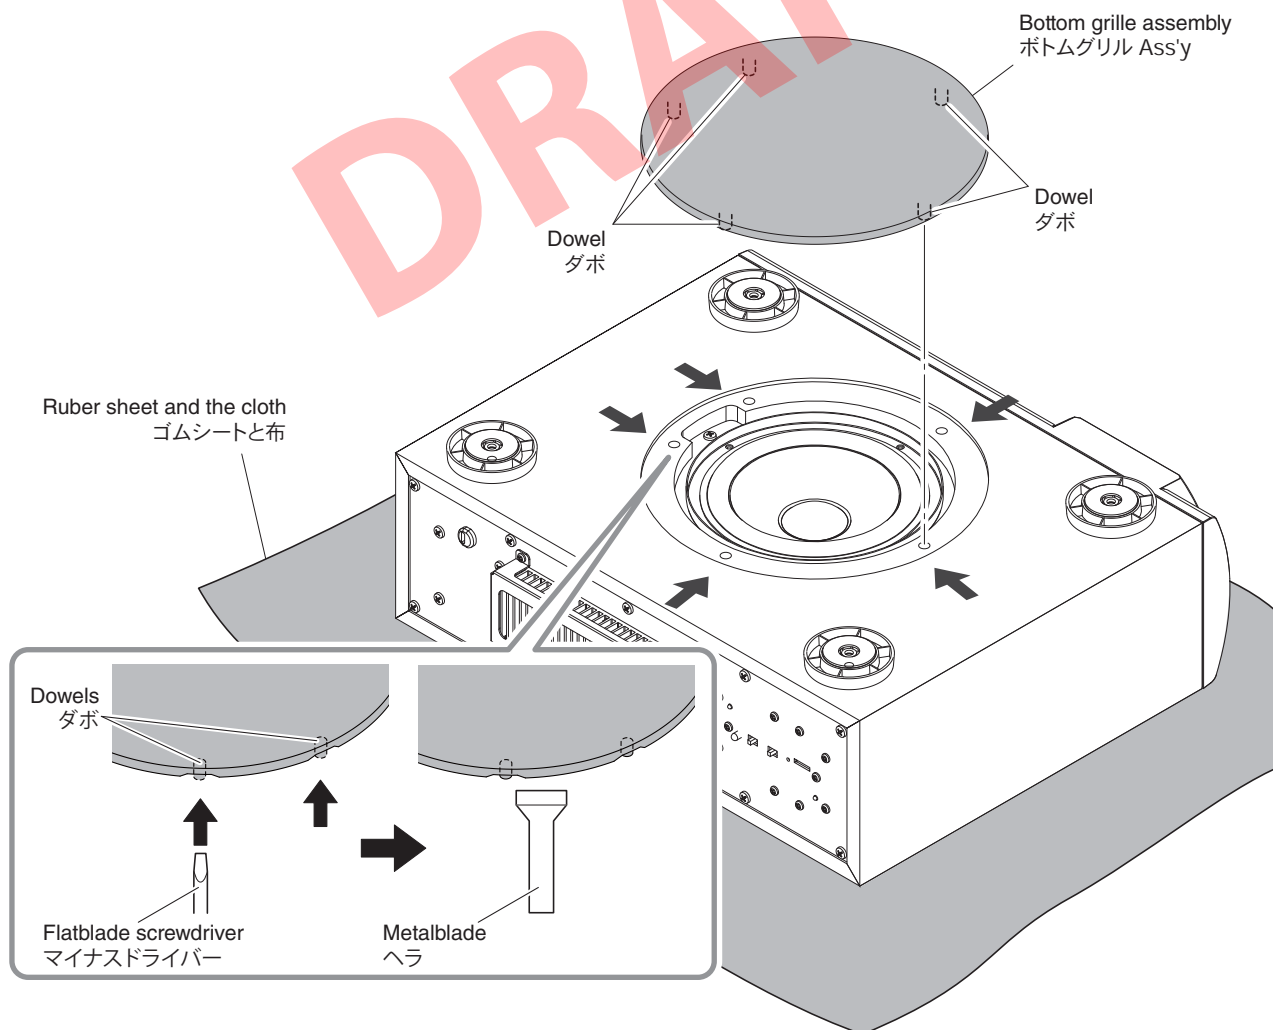

Fig. 1
a. Spread a rubber sheet and cloth for protection of this unit against any damage and place this unit on cloth with its bottom grille assembly facing up. (Fig. 1)
b. First, insert a flatblade screwdriver at 2 dowel positions and push up the bottom grille assembly. (Fig. 1)
c. Next, using the metalblade or the like, push the bottom grille assembly upward until it comes off. (Fig. 1)
a. 本機に傷などが付かないようにゴムシートと布を敷き、本機をボトムグリル Ass'y が上になるように置きます。(Fig. 1)
b. 最初にマイナスドライバーを 2 箇所のダボ位置へ差し込み、ボトムグリル Ass'y を押し上げます。(Fig. 1)
c. 次にヘラ等を使い、徐々に上面へ押し上げて、ボトムグリル Ass'y を外します。(Fig. 1)